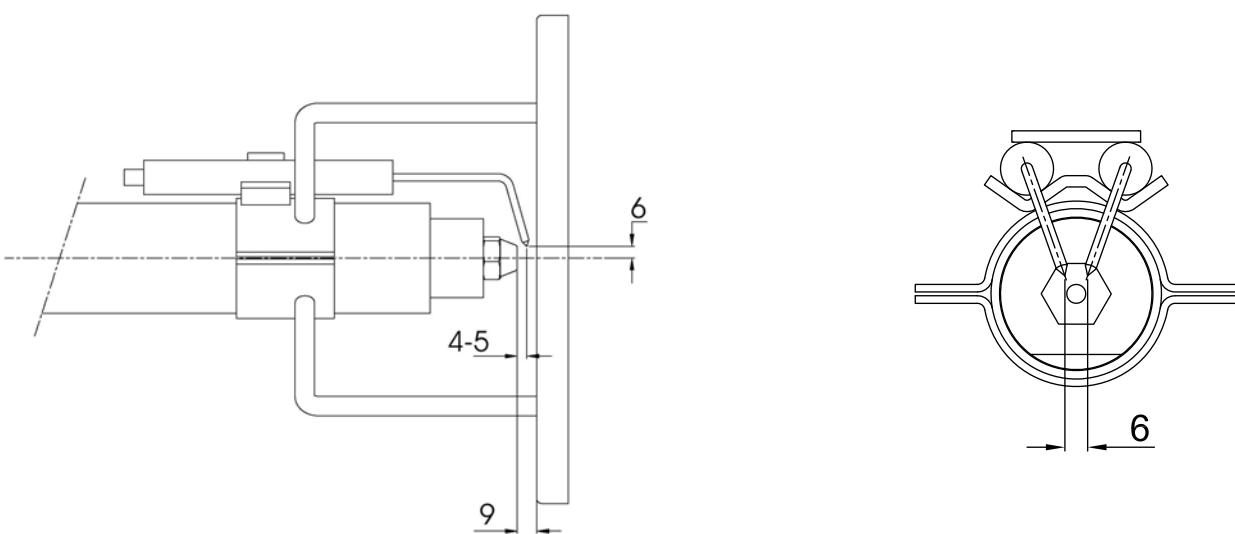

Рис. 25
В целях обеспечения хорошего процесса горения, необходимо, чтобы были выдержаны размеры, указанные в Рис. 25.
**⚠ Перед демонтажом форсунки и электродов необходимо отсоединить кабели CV (Рис. 26), снять размеры, указанные на Рис. 25 на стр 28.**
- 4 установить на место все компоненты, не забывая затянуть винты V и VE (Рис. 26), подсоединить кабели CV, тщательно выдерживая, снятые ранее и внесенные в Рис. 25 на странице 28, размеры.